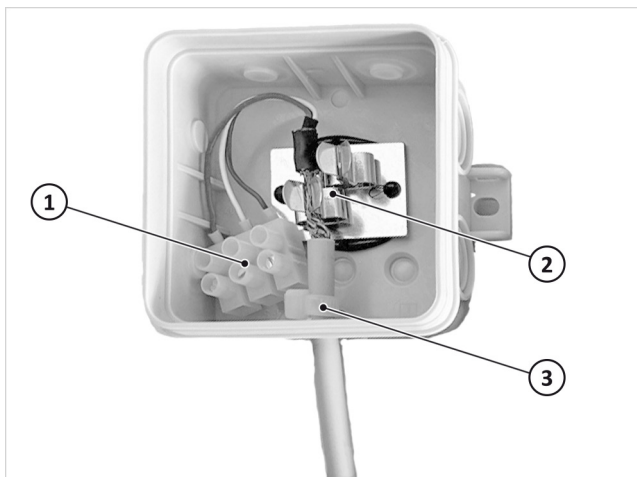

Abb. 116: Modbus-Verbindungsdose befestigen
7. Beiliegenden Kabelbinder zur Zugentlastung der Leitung zur Wärmepumpe wie in Abb. 116 (3) anlegen.